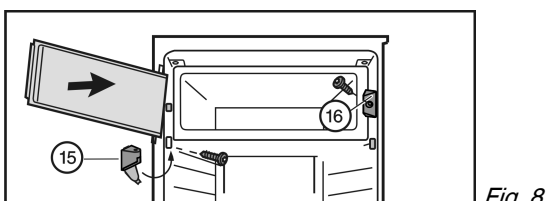

Fig. 8
- ▶ Sluitstuk Fig. 8 (16) monteren.
- ▶ Lagerbus Fig. 8 (15) monteren en afdekking dichtklappen.